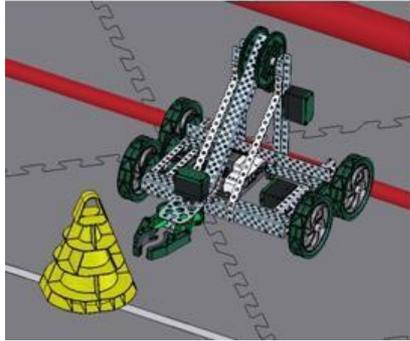

图 14 不合法的预装
6.5.2.6 每场比赛开始前，每支联队应把 1 个赛中装填的锥筒放到装填器上，每台机器人必须用 1 个锥筒作为预装。锥筒与机器人接触但不与其它机器人接触且完全在围栏内就是合法的预装，见图 14、15。如果机器人在比赛中没有上场，它的锥筒就随机地放在与联队启动杆接触的地方。